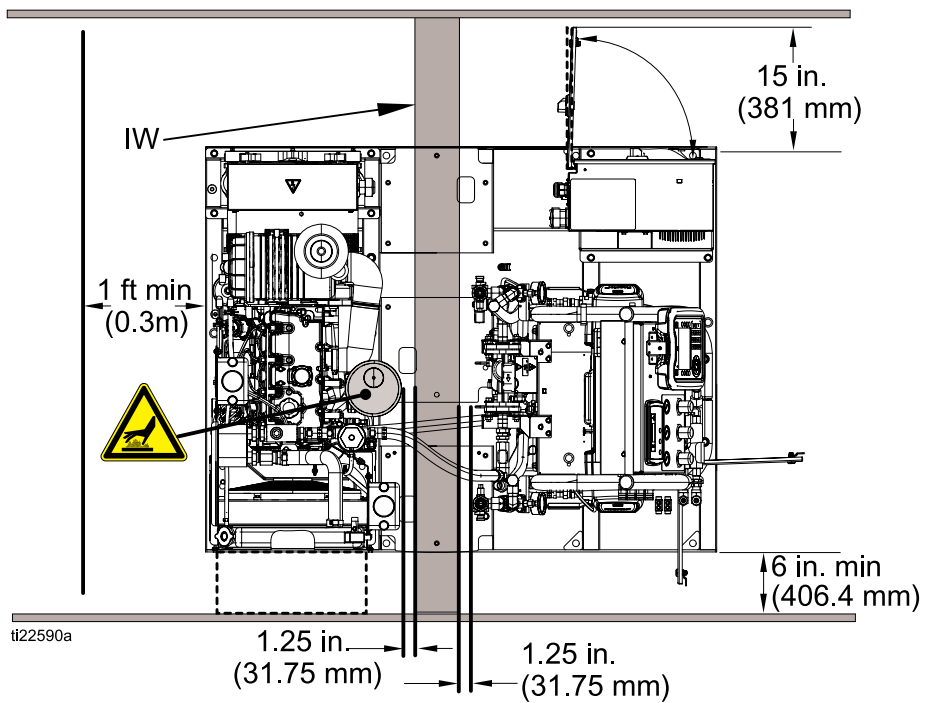

Figure 22 屏障俯视图
4. 将屏障 (IW) 安装在燃油箱所在的位置。请确保屏障与排气消声器之间至少有 1.25 英寸 (31.75 毫米) 的间距。参见图 22。